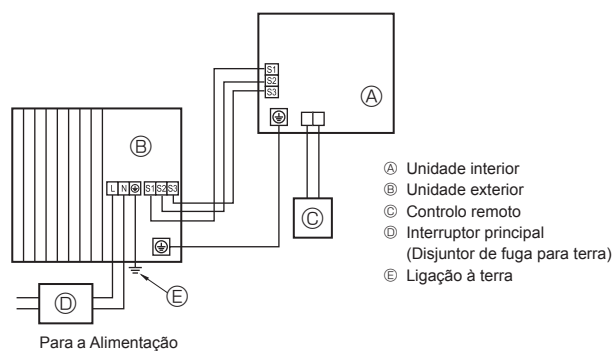
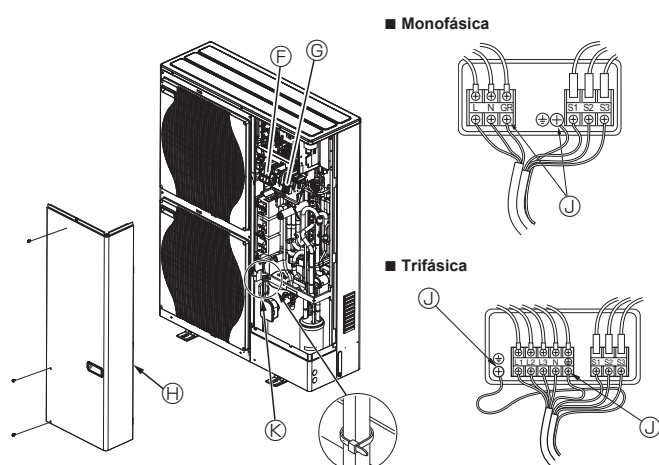

Fig. 5-1
Fig. 5-2
5.1. Unidade exterior (Fig. 5-1, Fig. 5-2)
- ① Remova o painel de manutenção.
- ② Ligue os cabos consultando a Fig. 5-1 e a Fig. 5-2.